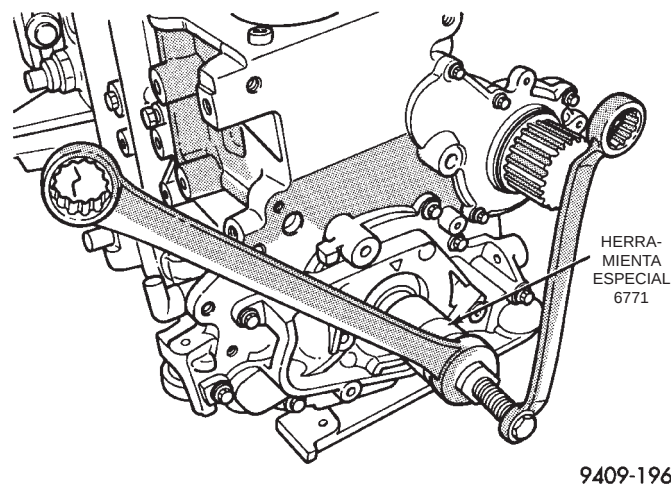

Fig. 93 Junta de aceite delantera del cigüeñal—Desmontaje
(4) Con la herramienta 6771 retire la junta de aceite delantera del cigüeñal (Fig. 93). No dañe el área de contacto de la junta en el cigüeñal.